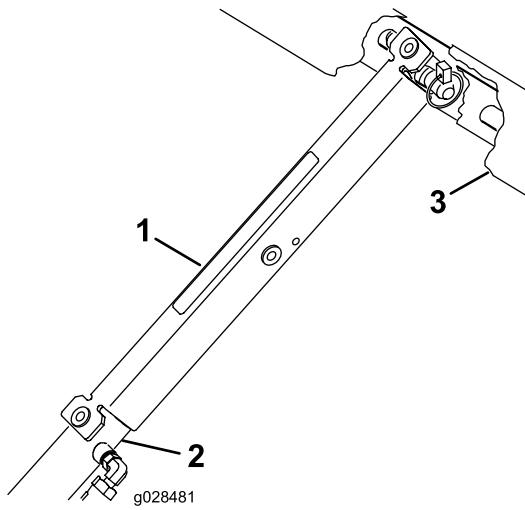

Figure 7
3. Poussez la béquille de sécurité du plateau sur la tige du vérin et appuyez bien les pattes d'extrémité contre l'extrémité du corps du vérin et l'extrémité de la tige du vérin (Figure 7).